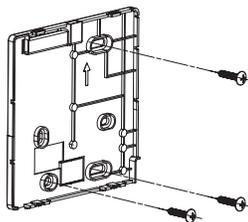

Figura 3
- Utilice tres tornillos M4X20 para montar la tapa trasera en la pared. (Figura 3)